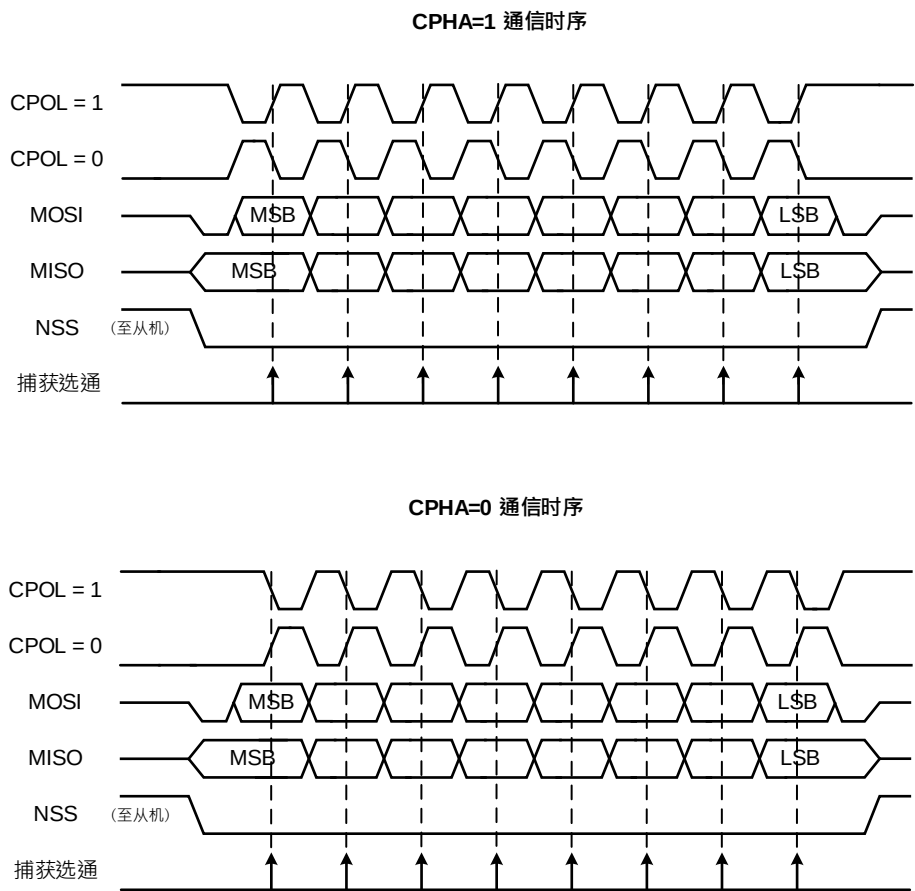

图 27-2 SPI 格式
2. 配置 **SPI_CON1.CPOL** 和 **SPI_CON1.CPHA** 位，以定义数据传输和串行时钟之间的关系(四种关系中的一种)(参见图 27-2)。